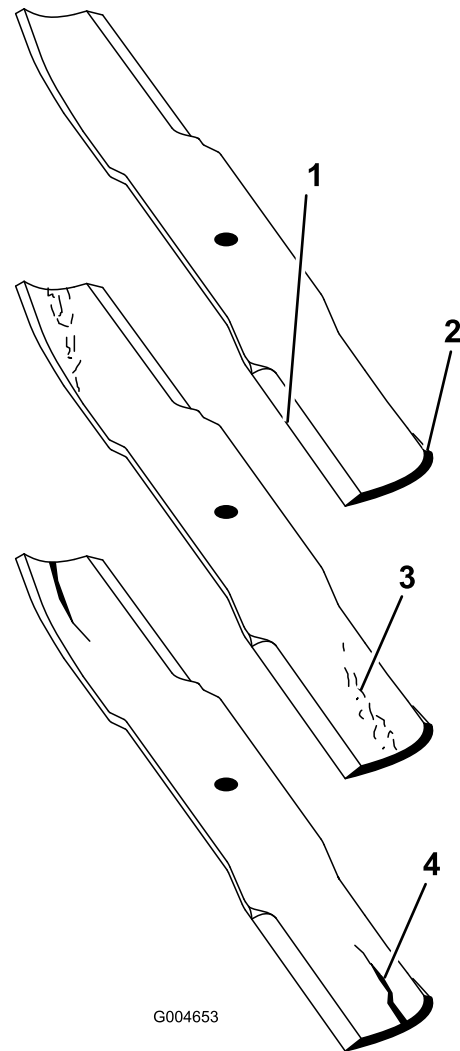

Figura 73
1. Inspeccione as extremidades de corte (Figura 73). Se as extremidades não estiverem afiadas ou estiverem amolgadas retire e afie as lâminas. Consulte a Afiar as lâminas \(página 40\).
2. Inspeccione as lâminas, especialmente a área da aba (Figura 73). Se verificar quaisquer danos, desgaste, ou a formação de ranhuras nesta área (Figura 73), instale imediatamente uma lâmina nova.